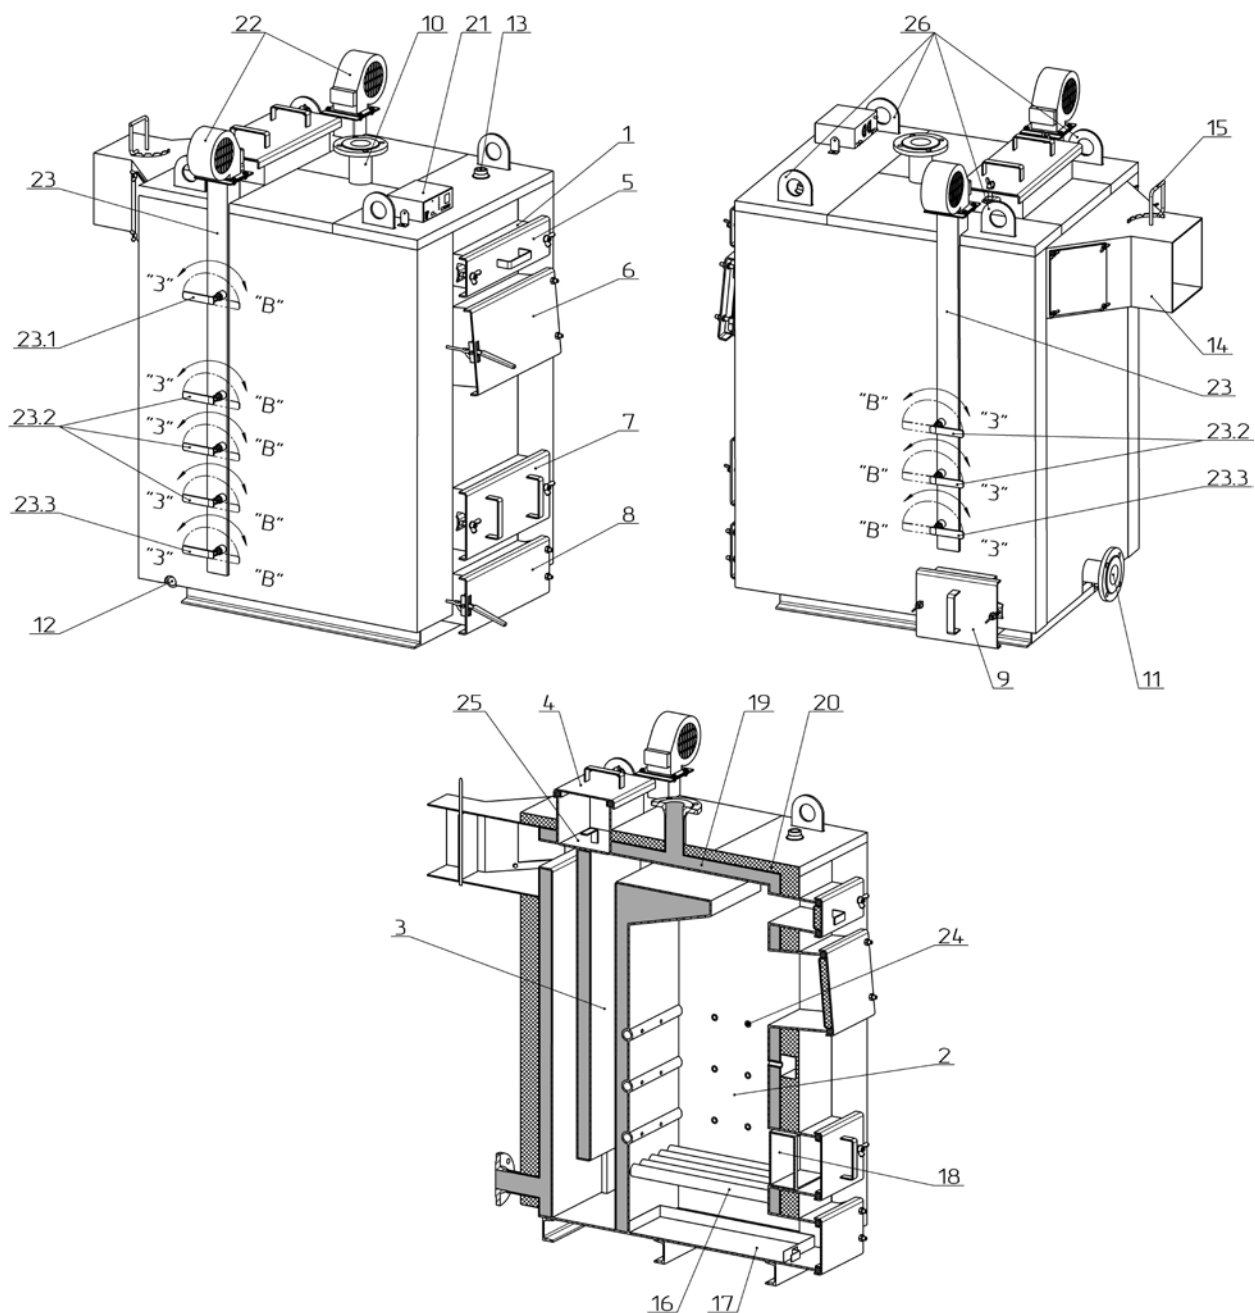

Рисунок 2 – Зовнішній вигляд та основні елементи котла
Конструктивно котел являє собою збірно-зварену конструкцію, що складається з корпусу (поз. 1, рис. 2) з камерою згоряння (топкою) (поз. 2, рис. 2). Конвекційна частина котла складається з комбінованого триходового теплообмінника (поз. 3, рис. 2) – горизонтальної (верхньої) полиці та двох вертикальних колодязів.
Корпус котла виконаний в формі паралелепіпеду з подвійними стінками, які розділені водними перегородками (поз. 19, рис. 2). На зовнішній поверхні корпусу під декоративною обшивкою закріплена теплова ізоляція. (поз. 20, рис. 2).
Паливо для процесу спалення завантажується на колосникові ґрати (поз. 16, рис. 2) крізь завантажувальні дверцята (поз. 6, рис. 2). Колосникові ґрати виконані з товстостінних безшовних труб по яких постійно циркулює вода з водяної оболонки котла, що унеможливує їх прогорання. Згоряння палива в топці відбувається за участю повітря, яке постачається по двом каналам подачі повітря (правому та лівому) (поз. 23, рис. 2) припливними вентиляторами (поз. 22, рис. 2). Кількість повітря, необхідного для процесу згоряння, регулюється автоматично блоком автоматики управління (поз. 21, рис. 2).
Підведення і відведення теплоносія здійснюється відповідно через патрубки зворотної мережної води (поз. 11, рис. 2) і прямої мережної води (поз. 10, рис. 2).
Топочні гази виходять у димохід крізь боров (поз. 14, рис. 2), розташований у задній частині котла. Боров обладнано вбудованим дросельним клапаном продуктів згоряння – шибером (поз. 15, рис. 2). У випадку надто високої тяги у димоході шибер дає можливість її знизити шляхом часткового перекривання вихідного отвору борова.
Зола, яка утворюється в процесі згоряння палива, зсипається в нижню частину корпусу котла в якій розташована висувна полиця для золи – зольник (поз. 17, рис. 2).
У верхній частині корпусу котла розташований штуцер для встановлення запобіжного клапана або групи безпеки котла (поз. 13, рис. 2).
На бічній стінці корпусу у нижній її частині розміщено штуцер для зливу води з котла (поз. 12, рис. 2).
Для проведення завантажувально-розвантажувальних робіт з котлом, у верхній його частині передбачені такелажні елементи (поз. 26, рис. 2).
- на передній стінці котла (поз. 5, рис. 2);
- у верхній частині котла (поз. 4, рис. 2);
- на бічній стінці (поз. 9, рис. 2).
- ревізійний дверцята (поз. 7, рис. 2) для періодичного чищення колосникових ґрат;
- дверцята зольника (поз. 8, рис. 2) для можливості спорожнення висувної полиці – зольника.